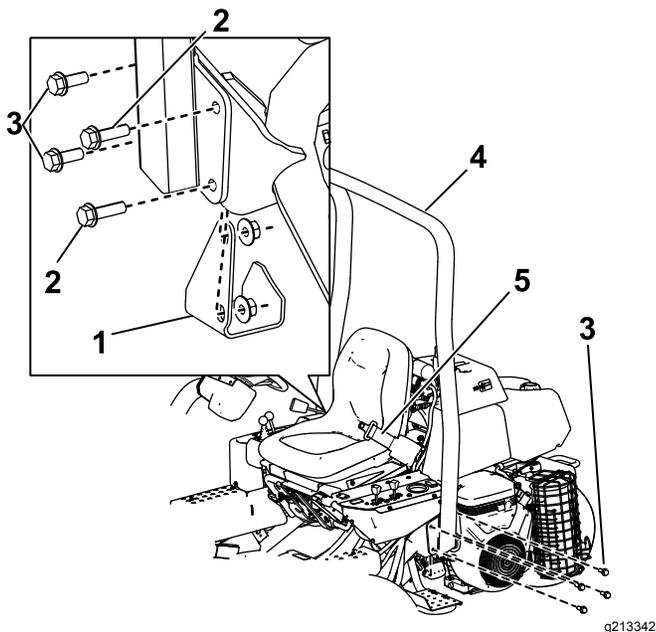

Figura 6
- Abbassate il roll bar (Figura 6) sulle staffe di montaggio, allineando i fori di montaggio.
- Fissate il lato sinistro del roll bar alla staffa di montaggio utilizzando 4 bulloni (1/2" x 1-1/2") e dadi di bloccaggio (Figura 6).
- Fissate il lato destro del roll bar e il tampone di sollevamento rimosso in precedenza alla staffa di montaggio utilizzando 2 bulloni (1/2" x 1-1/2"), 2 bulloni (1/2" x 1-3/4") e dadi di bloccaggio, come illustrato nella Figura 6.